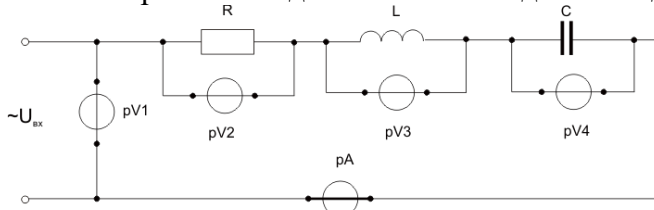

РИС. 1
2. Собрать схему 1 (схема показана на рис.1).